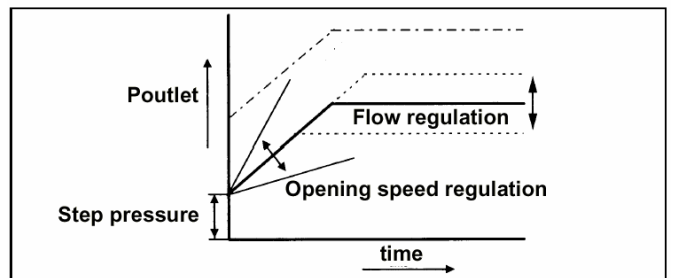

Fig. 3
- без step pressure (см. Fig. 3)
- Step pressure (см. Fig. 3)